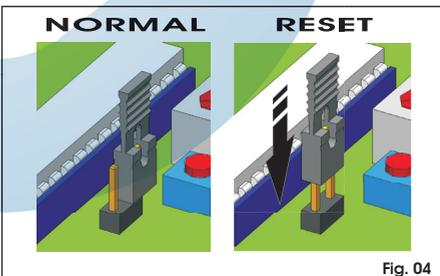

Fig. 04
- 4- Dé un mando de **OPEN A** con un dispositivo cualquiera conectado a esta entrada, el display visualiza el valor "Pr" y las hojas empiezan a moverse. La primera maniobra que realicen las hojas debe ser en cierre. De no ser así, hay que detener el movimiento de la cancela con un impulso de reset, realizando el puente en los dos **PINES de "RESET"** utilizando el específico conector (véase Fig.04). Quite la tensión y coloque de nuevo el conector en su posición normal (Fig.04). Seguidamente invierta los hilos de los motores / del motor, que han realizado la maniobra de apertura. Repita el procedimiento de programación desde el primer punto.